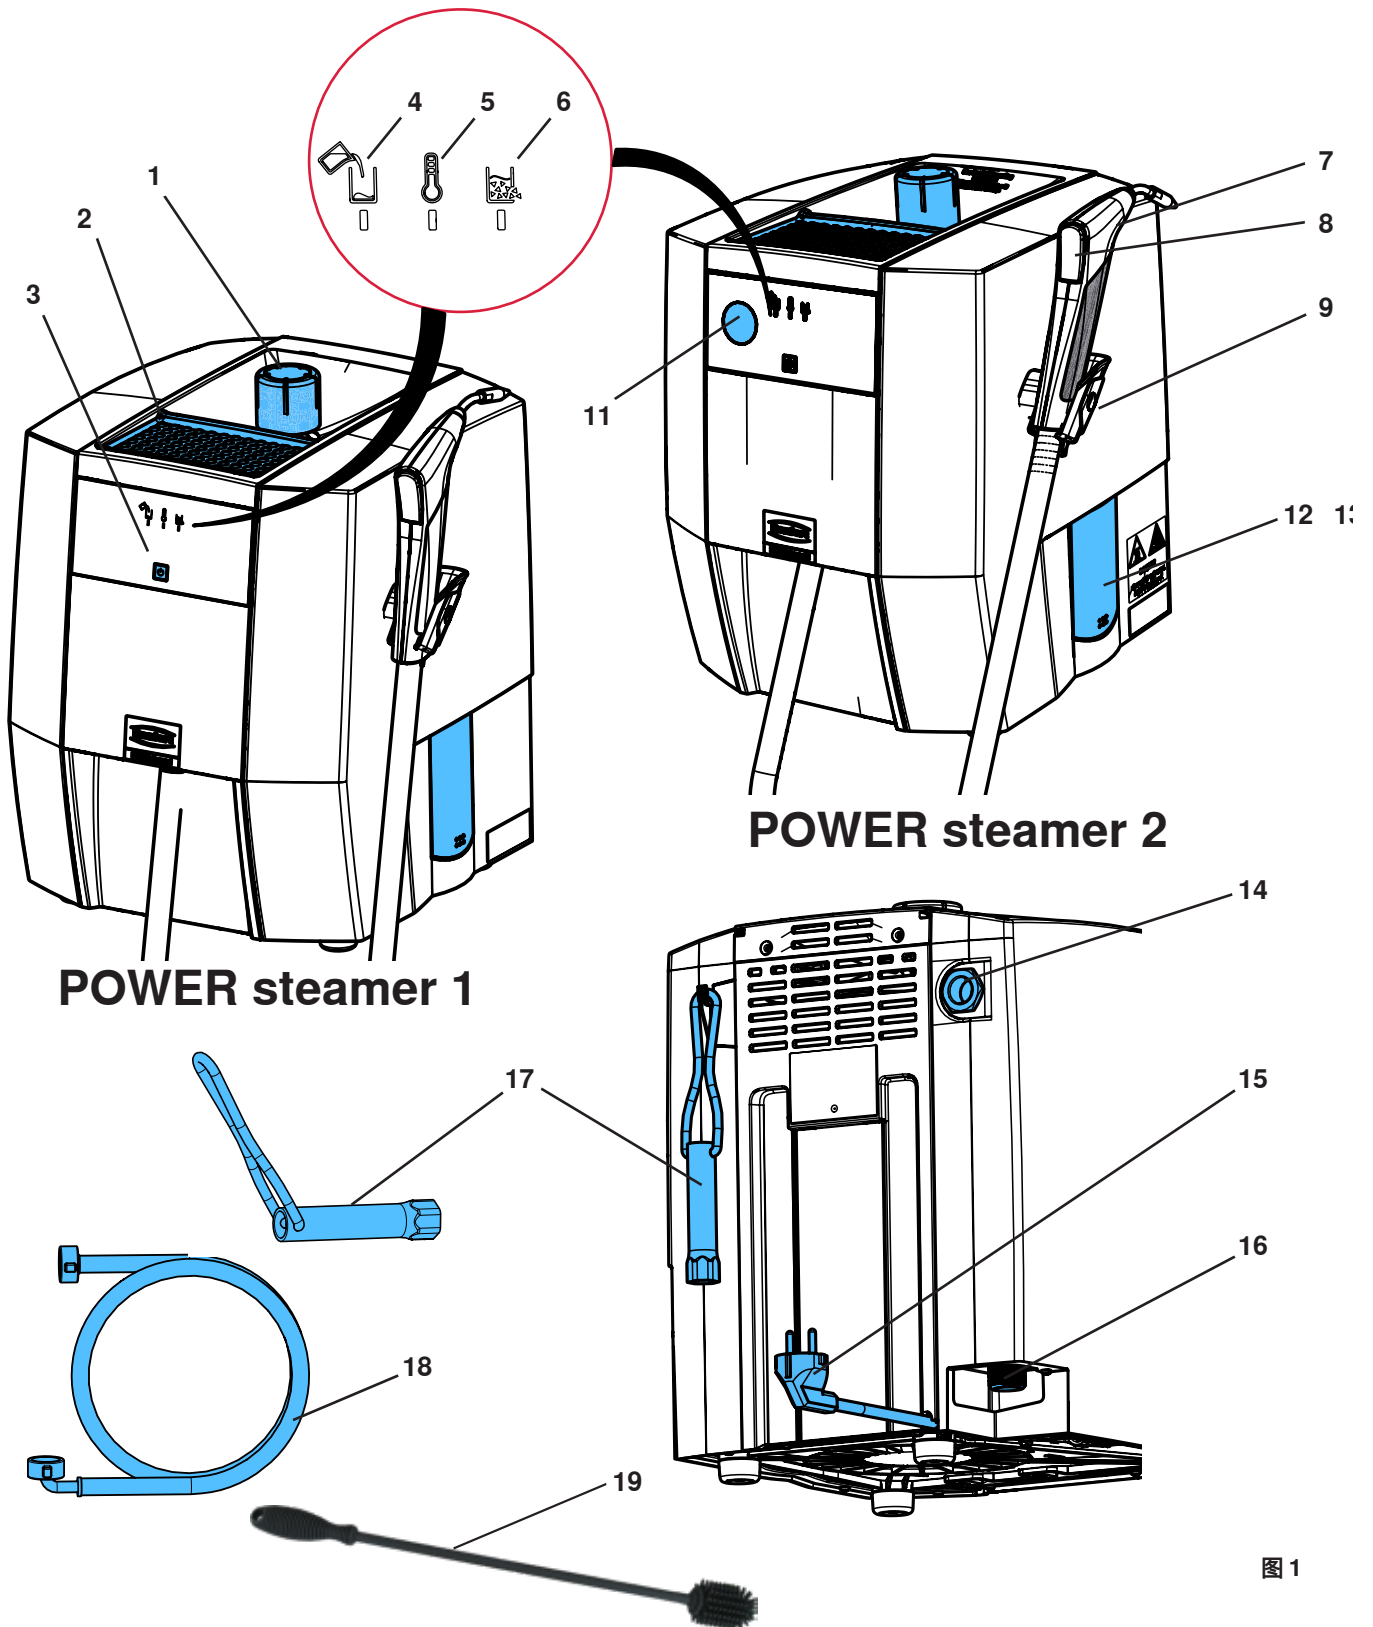

图 1
- ▶ 放置好机器, 让蒸汽可以没有风险地从超压阀的出口排出。(14, 图1)。
石膏模型或包埋材模型可以放在模型托盘上晾干（图 1， 2）。
⇒ 拧入罐盖（图1， 1）。
放置好机器，让蒸汽可以没有风险地从超压阀(图1, 14)的出口排出。例如，不要将机器放在电源插座前面；
不能关闭或堵塞超压阀的出口(图1, 14)。
有加压蒸汽造成的危险! 在打开维修盖之前, 请确保压力罐没再加压。为此, 请打开罐盖 (图1, 1) 并卸下。
⇒ 放置好机器, 使水可以从维修口 (图1, 12/13) 流入水槽。